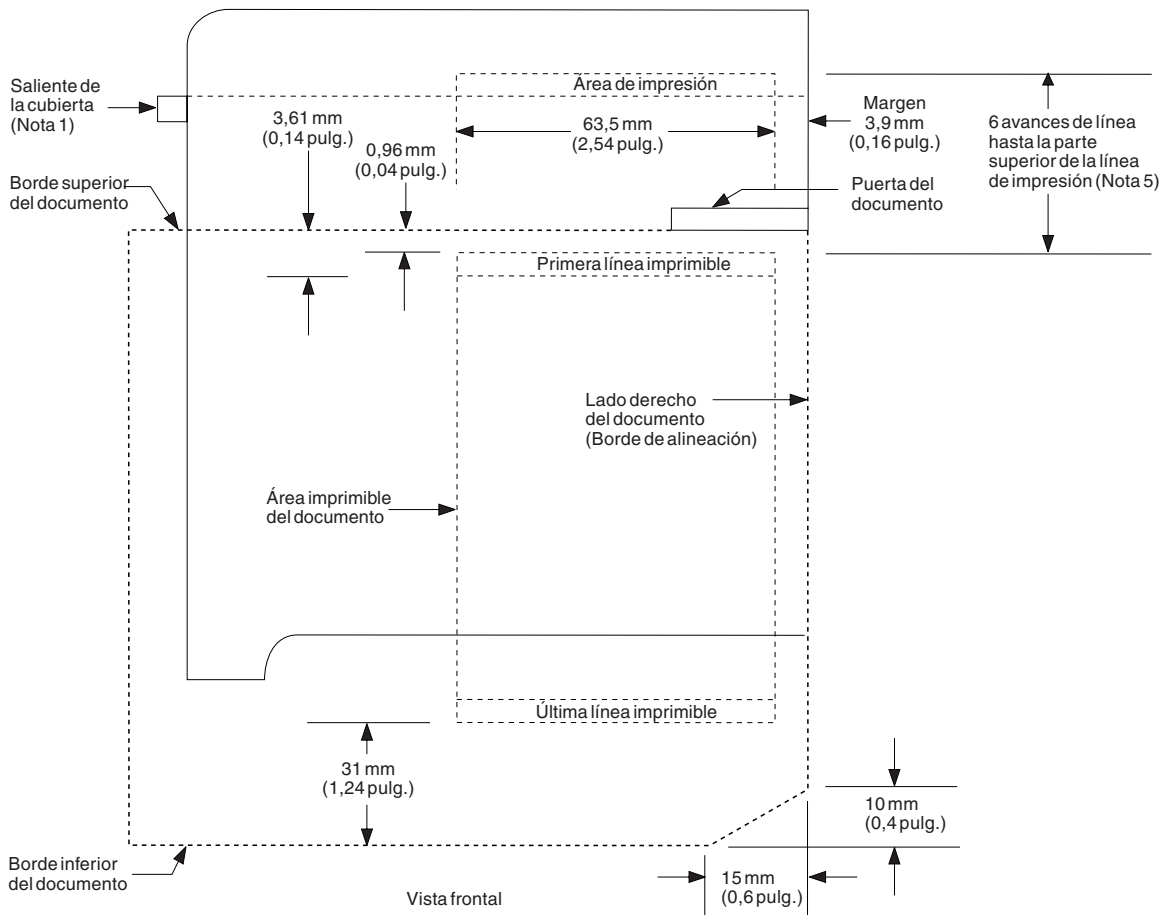
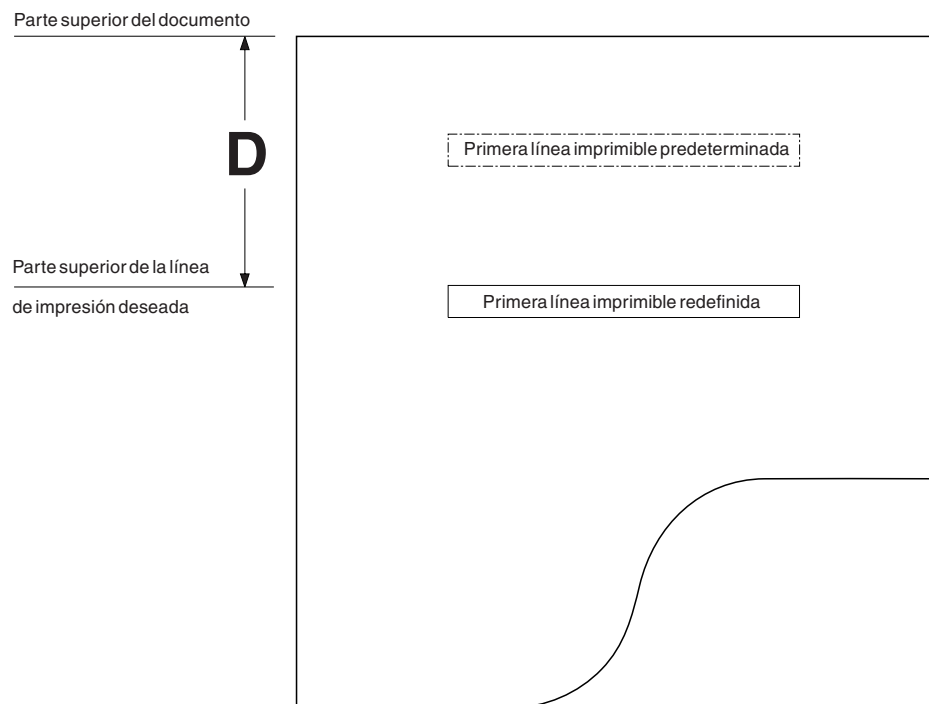

Figura 188. Dimensiones de alineación para la impresora modelo 1 y 2
Figura 193. Cálculo de la distancia entre la parte superior del documento y la parte superior de la línea de impresión en las impresoras modelo 1 y 2
Utilice las dimensiones proporcionadas en la Figura 188 en la página 646 para diseñar las áreas en blanco donde imprimir los datos de terminal en sus formularios y documentos.
5. Cuando el documento toque la puerta del documento (parada), para hacer avanzar el documento hasta la primera línea imprimible serán necesarios como mínimo seis avances de línea (66 pasos de motor). Será necesario realizar pasos adicionales si la línea de impresión está en una ubicación distinta de las que se muestran en la Figura 188. Puede calcular el número de pasos de motor consultando la Figura 193 en la página 651 para determinar la parte superior de la línea de impresión para cualquier otra ubicación de línea.
1. Calcule la distancia D como se muestra en la Figura 193 entre la parte superior del documento y la parte superior de la línea de impresión adecuada.